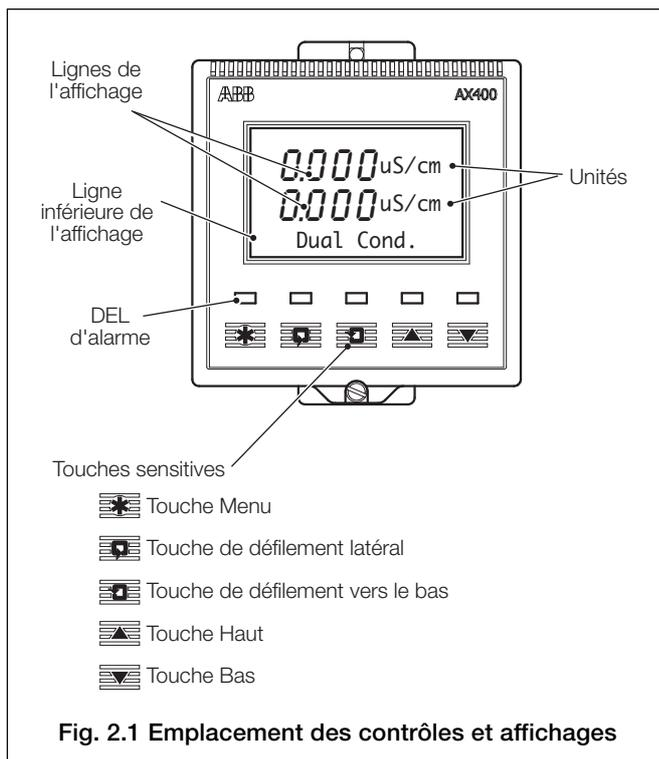

Fig. 2.1 Emplacement des contrôles et affichages
2.2 Affichages et commandes – Fig. 2.1